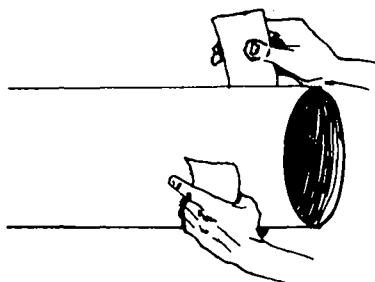

FIG. 1
2.º Passo — Use cartolina para traçar o contorno, tomando por referência a marca de giz (fig. 1).